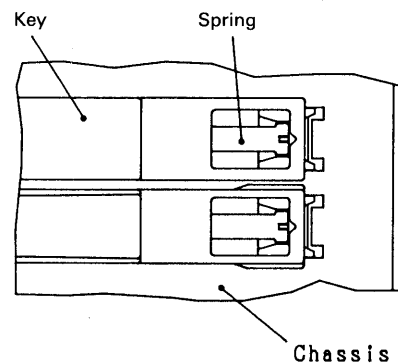
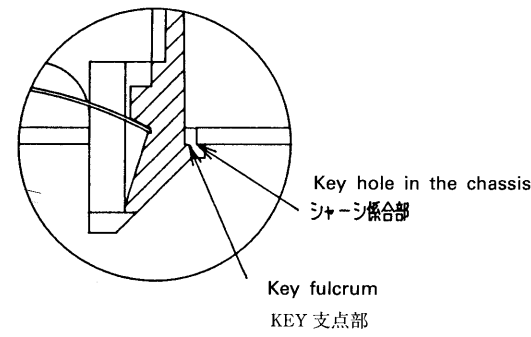

Fig.3
Fig.4
2. Pulling the key in the direction of arrow ②, disengage the key fulcrum from the chassis. See Fig.3 and 4 for disengaged status.
2. KEYを手前(方向2)に引きKEY支点部をシャーシ係合部から離す。Fig.3, Fig.4は、離された状態を示す。